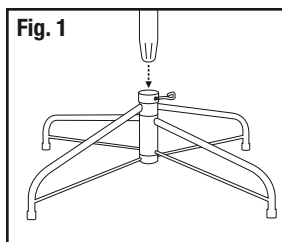
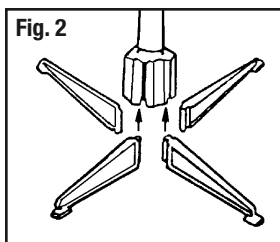

Fig. 1
Fig. 2
1. If your tree has a metal stand, unfold it and insert the eye bolt. Remove packing material from ends of poles. Put section pole into tree stand making sure it is seated properly (Figure 1). Tighten eye bolt. If your tree has a plastic stand, slide legs upward into slots at base of bottom section (Figure 2) and tap lightly with a hammer until secure. **WARNING:** Using excessive force to assemble base may cause breakage.
1. Si votre arbre est équipé d'un support métallique, dépliez-le et insérez le boulon à œil. Retirez le matériau d'emballage des extrémités des perches. Placez le poteau de section dans le support de l'arbre en veillant à ce qu'il soit bien calé (figure 1). Serrez le boulon à œil.
Si votre arbre est équipé d'un support en plastique, faites glisser les pieds vers le haut dans les fentes situées à la base de la section inférieure (figure 2) et tapez légèrement avec un marteau jusqu'à ce qu'ils soient bien fixés. **AVERTISSEMENT :** L'utilisation d'une force excessive pour assembler la base peut entraîner une rupture.